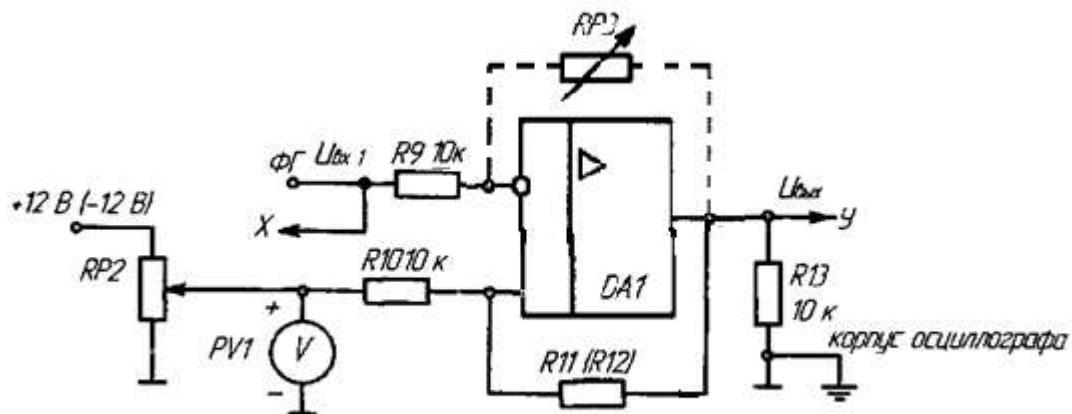

Рис. 2
1) Собрать схему двухвходового компаратора с положительной обратной связью согласно рис. 2. В качестве резистора обратной связи применить переключаемый резистор RP3 (10...200 кОм). В качестве опорного напряжения  $U_{op}$  использовать регулируемое постоянное напряжение. На инвертирующий вход подключить функциональный генератор, используя его в режиме синусоидального сигнала "~~";